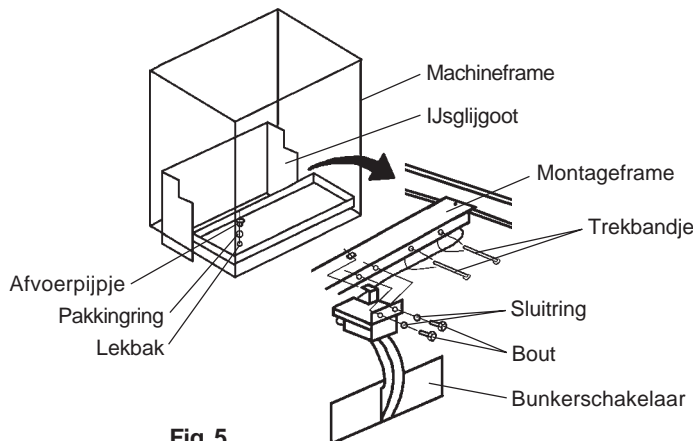

Fig. 5
- 6) Verwijder het afvoerpijpje en de lekbak. Bevestig de bunkerschakelaar aan het montageframe met de twee meegeleverde bouten en platte sluitingen. Bevestig de bedrading van de bunkerschakelaar met de twee kunststof trekbandjes. Plaats de ijsglijgoot op het machineframe en plaats de lekbak terug. Zie afb. 5.